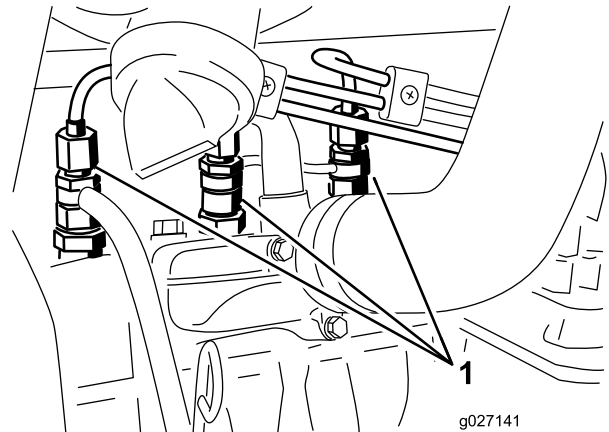

Figura 60
1. Afloje la conexión entre el tubo y el conjunto de boquilla y soporte N° 1 (Figura 60).